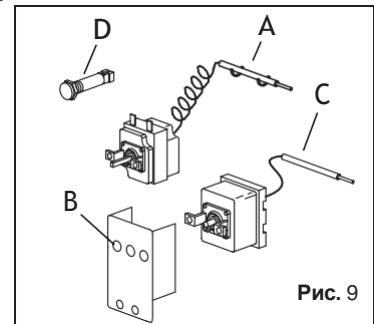

Рис. 9
- Извлеките термочувствительный элемент из опоры (рис. 9/A).
- Выверните ТЕРМОСТАТ из опоры (рис. 9/B).
- Извлеките термочувствительный элемент из опоры (рис. 9/C).
- Установите новую лампу (рис. 9/D).